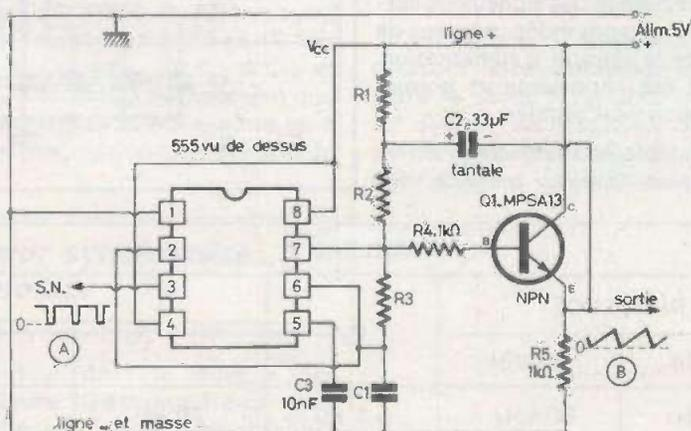
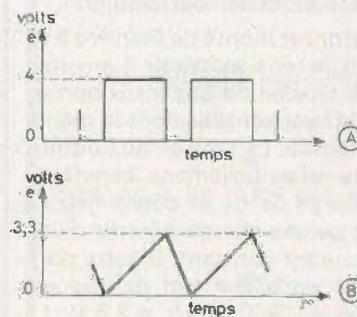
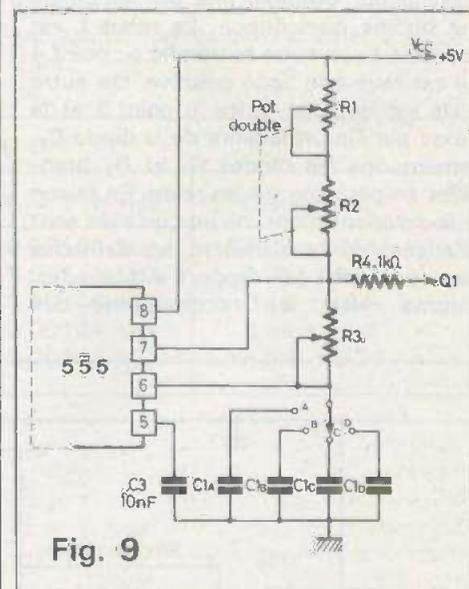
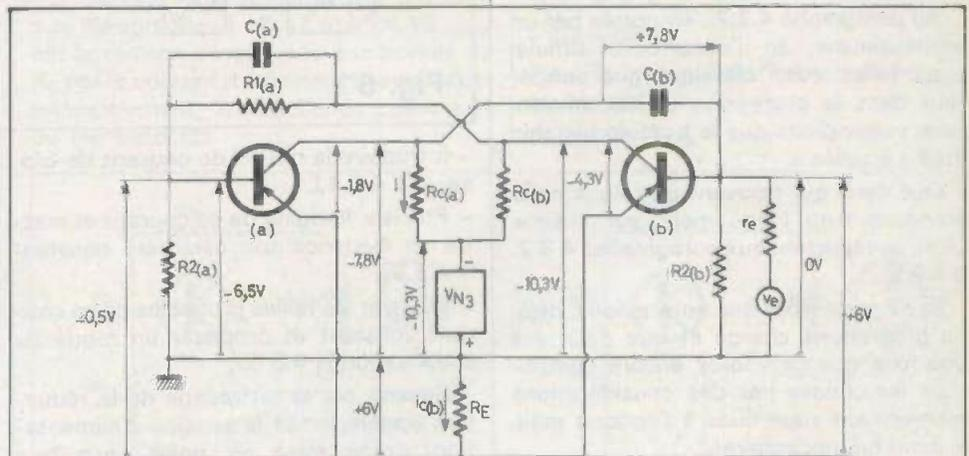

Fig. 7
Fig. 8
Fig. 9
Fig. 59
teur du transistor Q_1 , NPN des signaux en dents de scie (voir fig. 7). Leurs amplitudes sont 4 V et 3,3 V respectivement comme indiqué à la figure 8. Ce générateur a été proposé par Franck Cicchiello dans Electronics du 18 mars 1976. Une des qualités de ce générateur est sa stabilité en fonction de la température et son alimentation à tension réduite, de 5 V seulement.
La plupart des valeurs sont indiquées sur le schéma de la figure 7. Voici comment déterminer les valeurs non indiquées. En premier lieu on consultera le tableau II qui donne les valeurs de résistances R_1 , R_2 , R_3 et du condensateur C_1 en fonction de la fréquence f qui est la même pour les deux signaux de sortie, celui à impulsions et celui en dents de scie à la sortie de Q_1 (tableau II).
Il sera toutefois nécessaire de choisir des valeurs des éléments telles que les conditions (1) à (6) soient respectées. La modification du schéma de la figure 7 est indiquée à la figure 9. A remarquer que R_1 étant toujours égale à R_2 il est tout indiqué d'utiliser un potentiomètre double à deux éléments égaux branchés de manière à ce que leurs résistances en service restent toujours égales. On adoptera $R_1 = R_2 = 1 \text{ M}\Omega$ potentiomètre logarithmique. R_3 sera également à variation logarithmique de $10 \text{ k}\Omega$.
Quand la bascule monostable prend la forme du schéma de la figure 59, il n'est guère besoin d'explications si l'on se souvient des figures 9 et 14 (schémas à source auxiliaire V_{N2}) et de ce qui a été dit sur le même sujet pour la bascule bistable (fig. 50).
A noter, pour les figures 9 et 14, que celles-ci s'inscrivaient dans un cadre comprenant six figures... dont les numéros ont été oubliés !
Il est visible que, mis en présence de la figure 59, on peut, par exemple, s'intéresser à l'état possible du transistor (b).
Toutes les tensions de la bascule monostable, dans cet état, sont portées sur le schéma de la figure 59. En y regardant de près, on y trouve toutes les tensions connues :
toutes tensions que l'on trouvait, déjà, dans la figure 9. On découvre aussi, dans ce même schéma de la figure 59, des tensions qui semblent nouvelles : non pas $V_{N3} = -10,3 \text{ V}$ que nous avons déjà justifiée (voir 4.3.4.), mais aussi d'autres tensions qui en découlent et, pour cela, paraissent nouvelles, alors qu'il ne s'agit que des conséquences du remplacement de la source auxiliaire V_{N2} par la tension $V_{RE} = R_E \times i_E (= 6 \text{ V})$